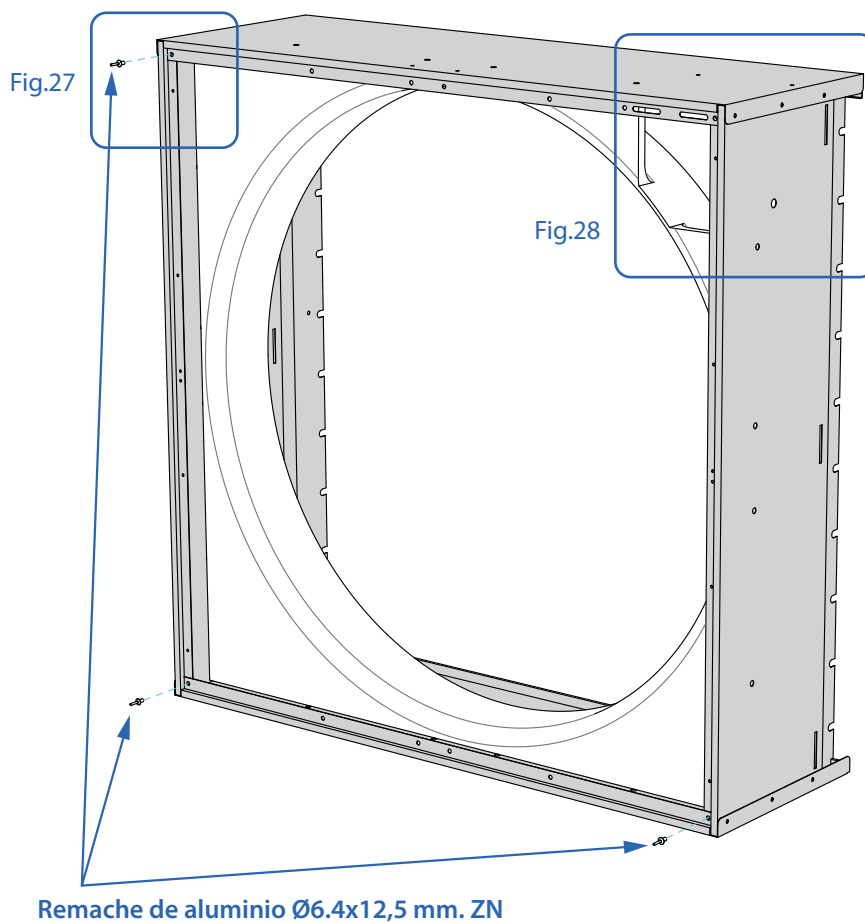

Fig. 26. Posición de los remaches traseros.
- Colocar los remaches traseros [11] (Fig.26).